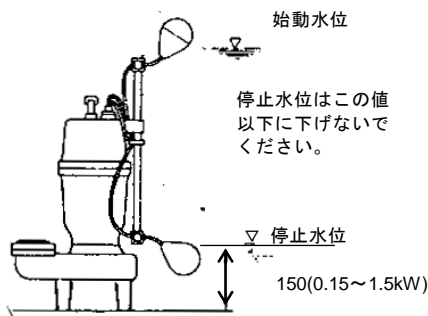

図 4
- 9) 自動形ポンプ (DV2A 型) は図 4 の通りにフロート位置を設定してください。なお、フロートスイッチが水槽の壁面や配管などに接触すると、フロートが動かなくなり、ポンプが始動停止しない事がありますので障害物から離してください。